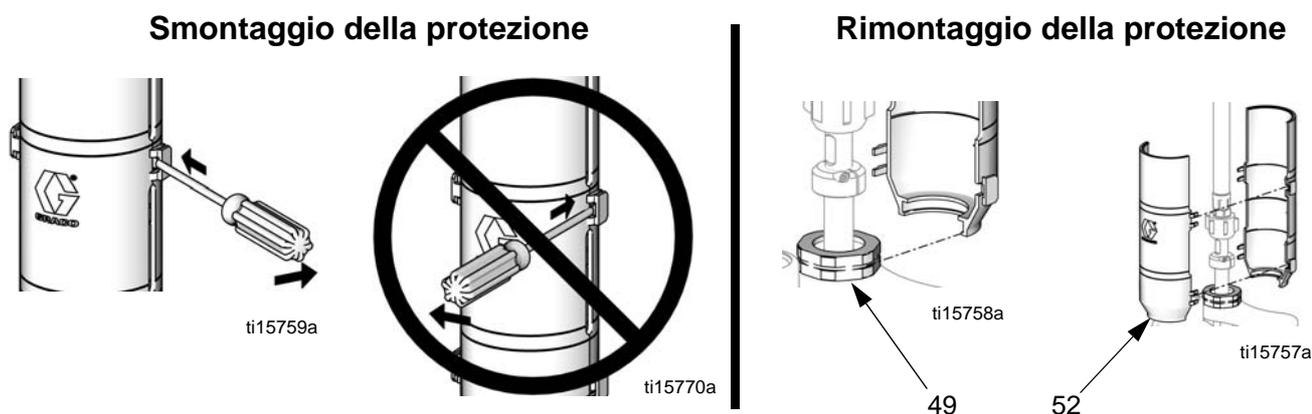

FIG. 2. Smontaggio e rimontaggio delle protezioni
Vedere la FIG. 2. Rimuovere la protezione a 2 pezzi (52) inserendo un cacciavite direttamente nel foro e utilizzandolo come leva per rilasciare l'aletta. Ripetere per tutte le alette. **Non** utilizzare il cacciavite per fare leva sulle protezioni per aprirle.